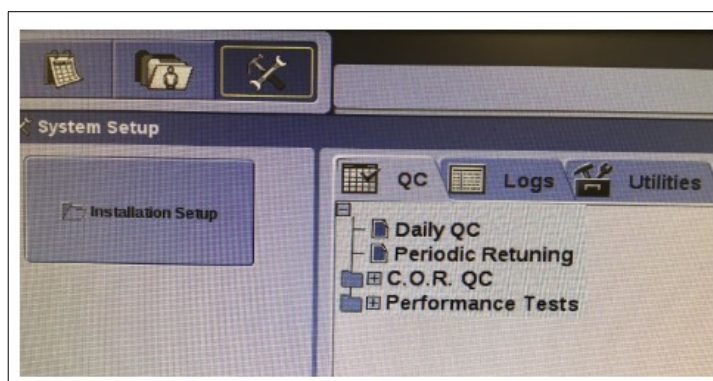

Figura 6
2. Na interface do computador de aquisição, selecionar a aba “*System Setup*” e, em seguida, a aba do teste de controle de qualidade diário “*Daily CQ*”, conforme **Figura 6**;
- Para realizar o teste de radiação de fundo, selecionar a opção “*Background Test*” e, em seguida, clicar no botão “*Apply*”, conforme Figura 6;